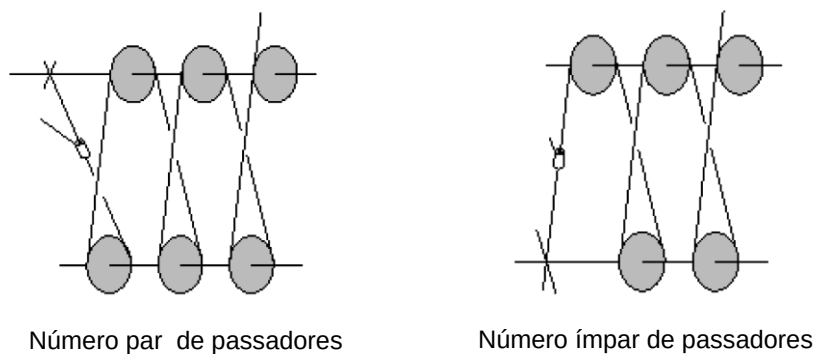

Fig. 06 – 40
(1) Localização da chave de fim de curso de elevação exibida na Fig. 06 - 40.